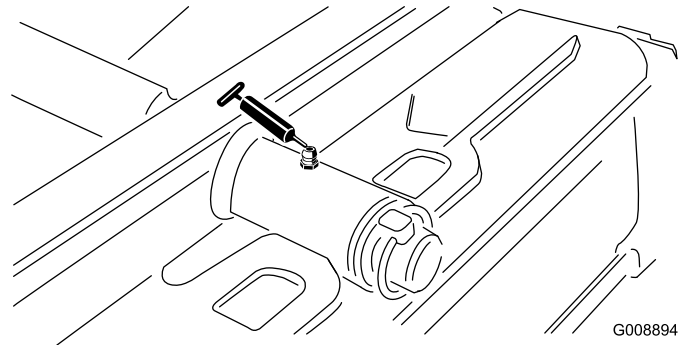

Figure 50
- Pivot de plateau de coupe arrière (Figure 50)